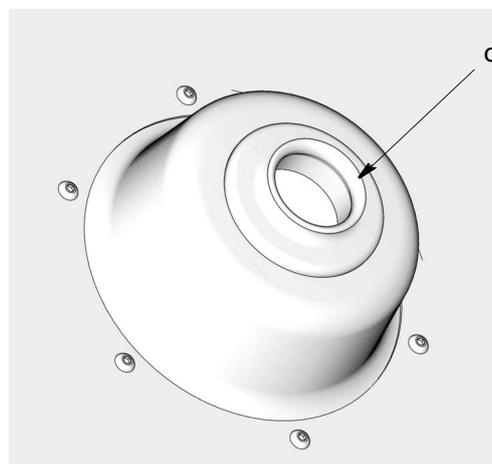

FIG. 7
5. Examine el plato seguidor para asegurarse de que el ojal de caucho (c) esté en su posición en el centro de la placa (FIG. 7).